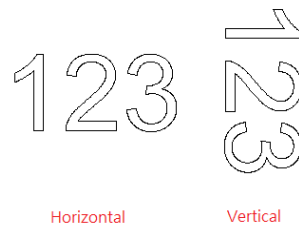

図 3.3.17
**Arrange** (アレンジ) : キャラクタアレンジスタイルを選択します (図3.3.17参照)。